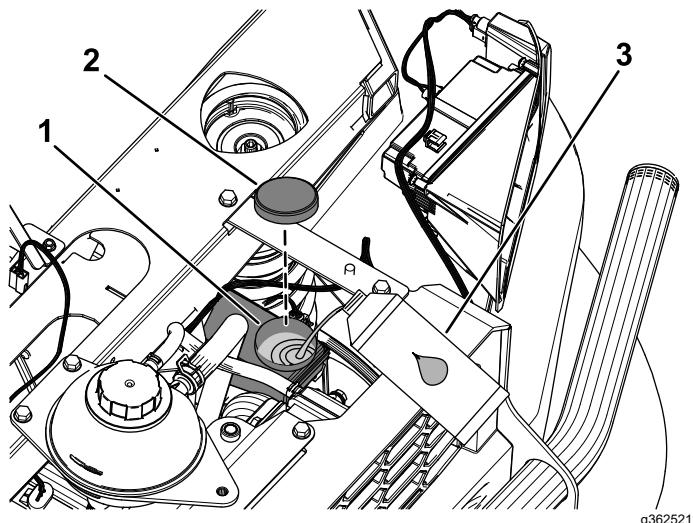

Figure 122
- Nettoyez la surface autour du bouchon du réservoir et enlevez le bouchon (Figure 122).
- Remettez le bouchon du réservoir (Figure 122).
4. Soulevez le capot pour accéder au maître-cylindre de frein et au réservoir (Figure 122).